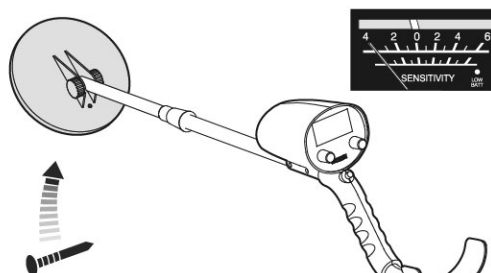

Figura.11
- Quando il chiodo di ferro si avvicina lentamente alla sonda di ricerca, il puntatore di misurazione devia verso sinistra e il suono diventa leggero. Quando il chiodo di ferro è più vicino alla sonda di ricerca, il puntatore di misurazione devia più verso sinistra e il suono diventa più leggero, fino a scomparire. (Figura.11)